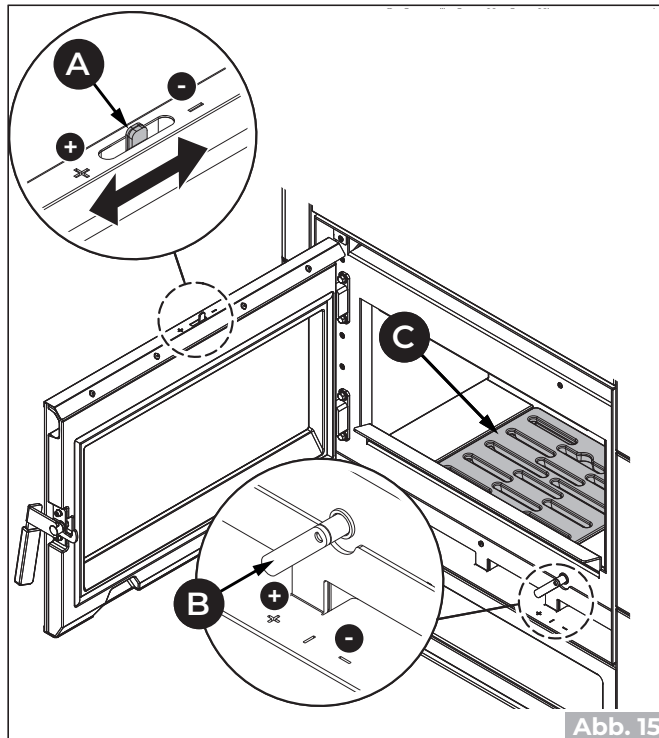

Abb. 15
- Das Primärluftregister (A) und die Glasreinigung (B) (Abb. 15) bis zum Maximum öffnen (+).
- Die Holzscheite vorsichtig auf das Feuerraumgitter (C) legen (Abb. 15).
- Halten Sie das Verbrennungsluftregler (B) und die Glasreinigung (A) offen (+), um eine hohe, helle Flamme zu gewährleisten.
Die Verbrennung wird über den Luftregler (A) geregelt (Abb. 15). Wenn man ihn in Richtung des Symbols (+) oder (-) dreht, erhält man eine höheren oder niedrigeren Brennluftstrom und damit eine schnellere oder langsamere Verbrennung.